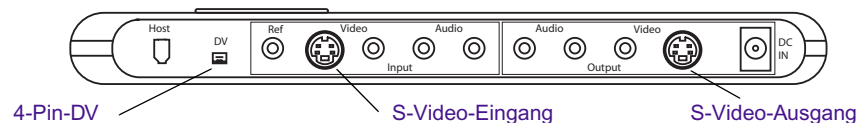

Abbildung 5 Verbinden von S-Video oder DV mit der Bandmaschine
- Auf der Rückseite des Avid Mojo DNA befinden sich zwei S-Video-Anschlüsse. Der eine wird für den Videoeingang verwendet und der andere für den Videoausgang. Abbildung 5 zeigt die Anschlüsse.
- Für den DV-Anschluss ist ein 1394-Kabel mit 4 Pins erforderlich, das Eingangs- und Ausgangssignale für Video und Audio vom Avid Mojo DNA zum DV-Gerät bzw. vom DV-Gerät zum Avid Mojo DNA überträgt. Sie können auch ein 4-Pin/6-Pin-DV-Kabel verwenden, wenn Ihr DV-Gerät einen 6-Pin-Anschluss aufweist. Abbildung 5 zeigt den Anschluss.